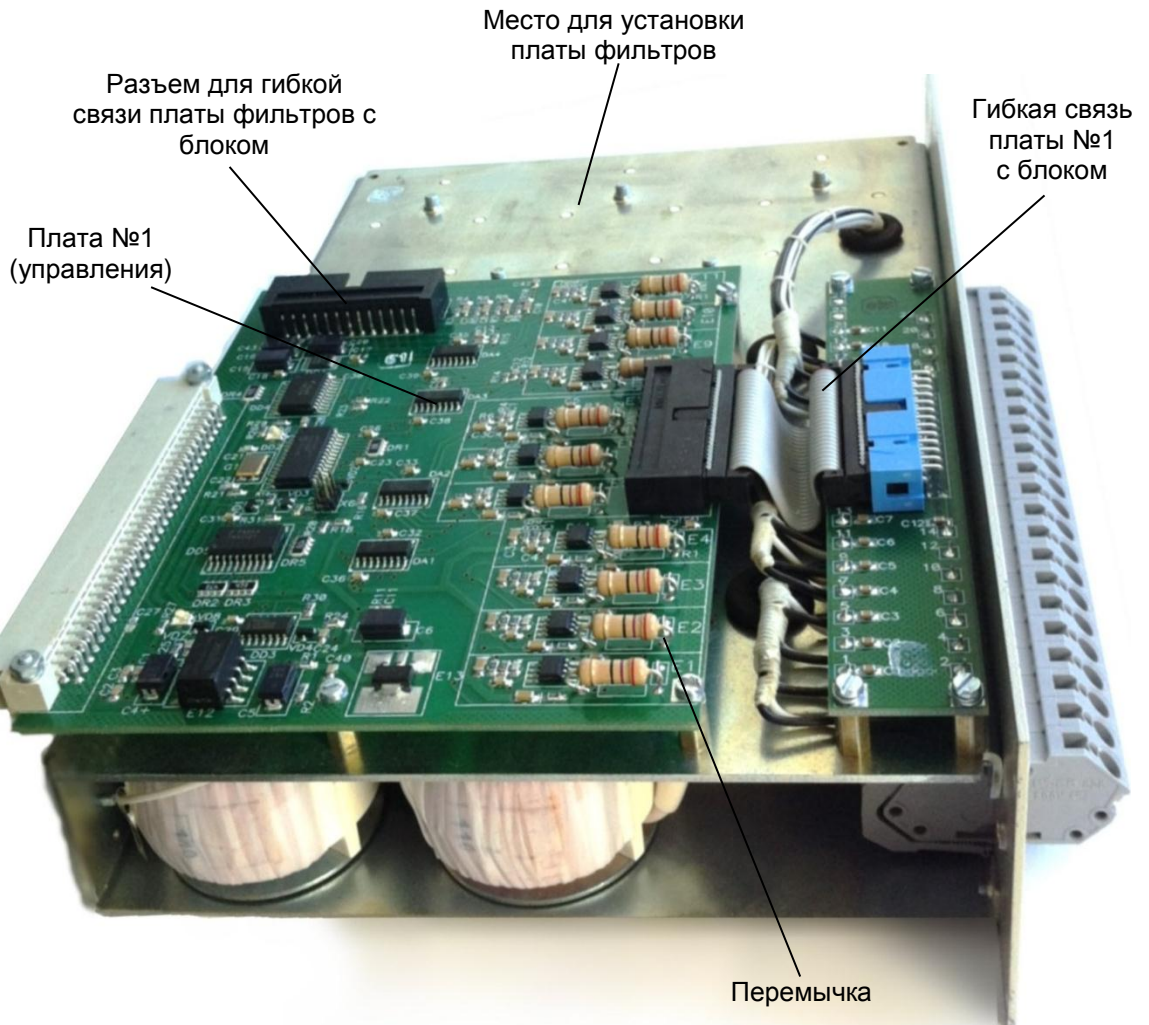

Рисунок 24 – Расположение элементов в блоке типа Д253Х(А), Д253ХХ(А)
4.5.3.9 Перед установкой платы №1 блока типа Д253Х(А), Д253ХХ(А) из комплекта ЗИП необходимо демонтировать (удалить при помощи кусачек) перемычки элементов Е1-Е11 (см. рисунок 24) в соответствии с установленными перемычками заменяемой платы.